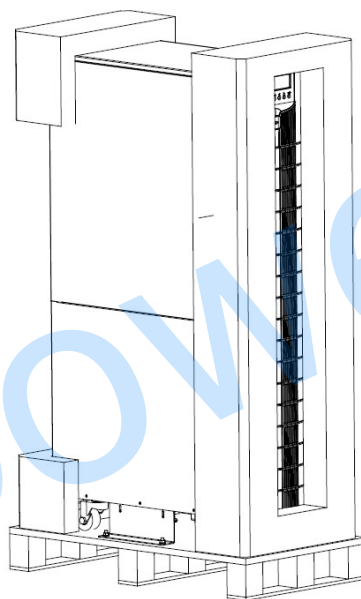

Рис.3-9. Снятие упаковки.
3. Снимите упаковку (рис.3-9).